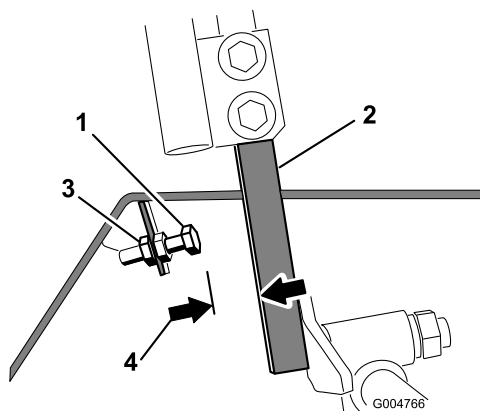

図 65
4. 左右どちらかのコントロール・レバーで、ストップ・ボルトについているジャム・ナットをゆるめる（図 65）。